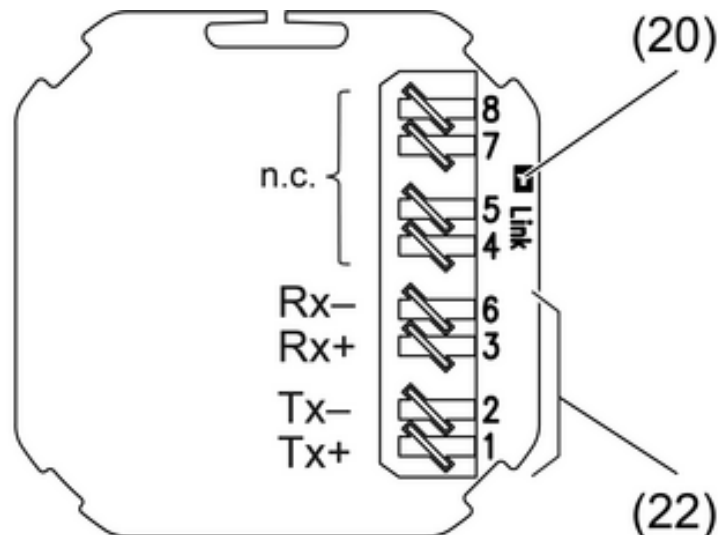

Bild 6: Anschlussbelegung IP
- Ethernet-Adern mit einem LSA-Werkzeug an die Schneidklemmen (22) des IP-Moduls anschließen. Anschlussbelegung beachten (Bild 6).